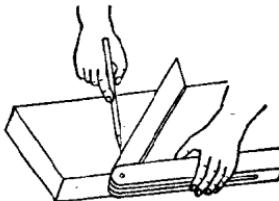

图 1-7 划角度线
1. 划角度线 先将活动尺翼按需要的角度调整好，然后左手握尺柄，将尺柄紧贴在木料的直边上。右手拿笔，沿尺翼外边划线(图1-7)。